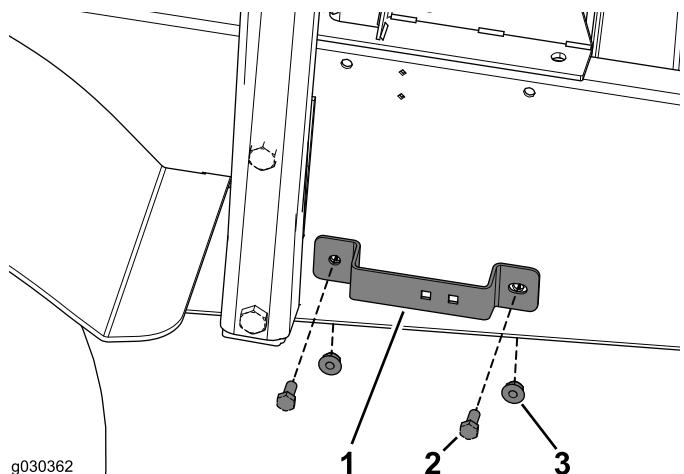

Figure 39
1. Fixez le support de flexible sur le cadre de la machine au moyen de 2 boulons (5/16 x 3/4 po) et 2 écrous à embase (Figure 39).